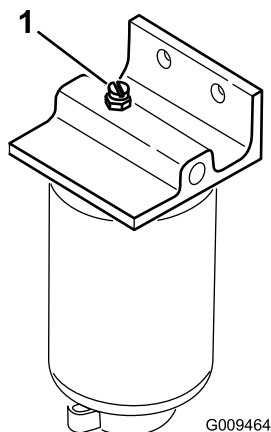

Figura 43
3. Abra el tapón de ventilación del separador de agua/combustible (Figura 43).